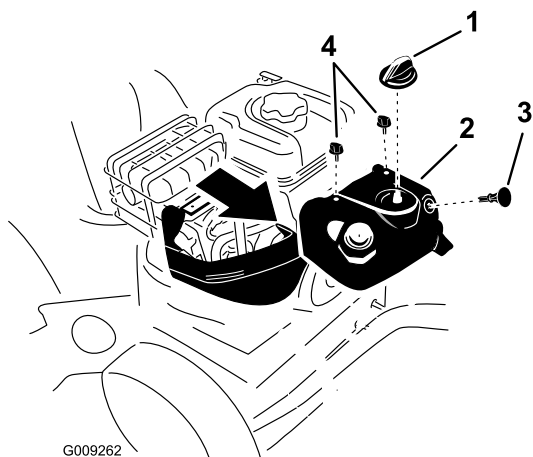

Рисунок 44
Примечание: Для доступа к свече зажигания сначала снимите верхний колпак сборника снега (Рисунок 44).
1. Снимите ручку заслонки и ключ зажигания (Рисунок 44).
2. Выверните 2 винта, которые крепят верхний колпак сборника снега к снегоочистителю (Рисунок 44).